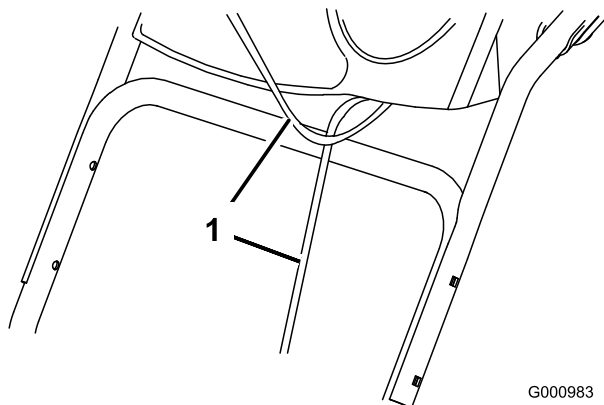

Figure 4
1. Soulevez et faites pivoter la partie supérieure du guidon pour la placer au-dessus de la partie inférieure (Figure 4).